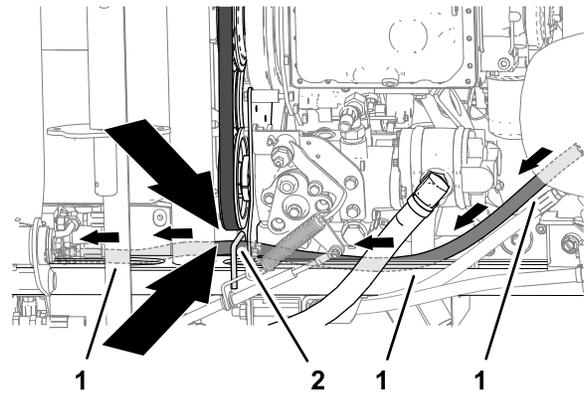

Figure 49
2. Acheminez le flexible le long du profilé du cadre vers la console de commande (Figure 49).